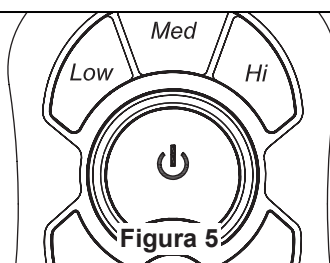

Figura 5
- ☐ 4. **IMPORTANTE-** Si conecta dos, tres o cuatro unidades de cabezales con motor, asegúrese de que los conectores de dos y cuatro pines están conectados en la unidad del motor. (Figura 5)
## 5. Después de instalar la unidad y de reestablecer la alimentación al ventilador, mantenga presionado el "botón de ⏻" entre 1 y 5 segundos, la luz parpadeará dos veces, lo que indica que se ha completado el proceso de aprendizaje. (Figura 5)